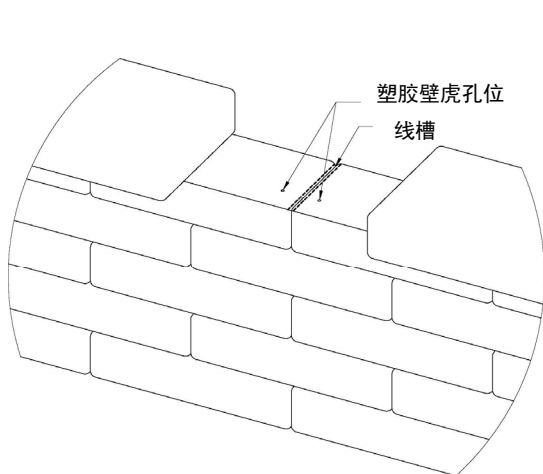

图 3
4. 用凿子沿标记的线材位置挖出凹槽，凹槽的深度要保证线材放入时与石板平齐，并在螺丝孔标记位置钻好孔（适配4号螺钉的塑胶壁虎孔位）〈图3〉。